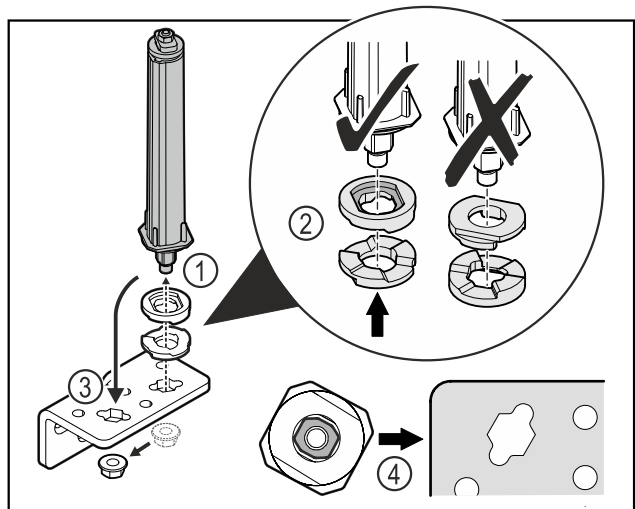

Fig. 37
- Lossa muttern och ta bort dörrlåssystemet Fig. 37 (1).
- Se till att rikta brickorna för höjdjustering korrekt Fig. 37 (2).
- Flytta dörrlåssystemet i gångjärnsfästet och fixera med muttern Fig. 37 (3).
- Kontrollera att dörrlåssystemet är korrekt riktat vid monteringen Fig. 37 (4).